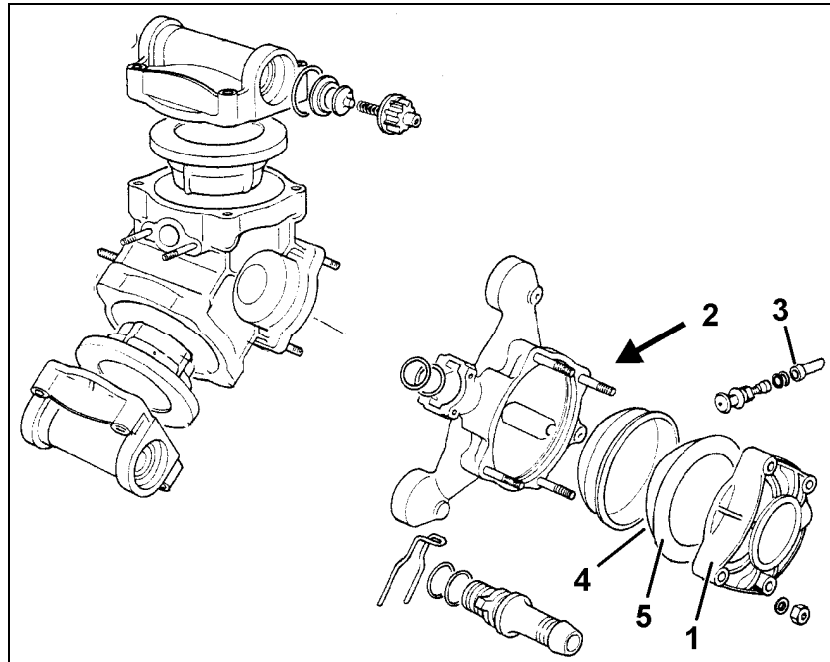

Bild 29
Innan du demonterar tryckackumulatorns lock (Bild 29/1), släpp ut lufttrycket från tryckackumulatorn (Bild 29/2) via luftventilen (Bild 29/3).
1. Demontera tryckackumulatorlocket (Bild 29/1) när du har lossat de fyra muttrarna.
2. Ta loss membranen (Bild 29/4).
När du monterar membranen, se till att de ligger exakt på plats och att den öppna ytan (Bild 29/5) på det rundade membranet pekar mot tryckackumulatorns lock (Bild 29/1).